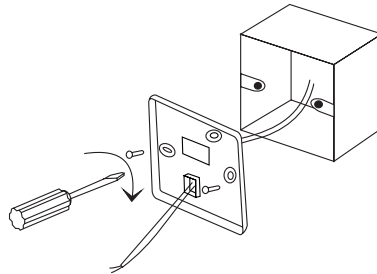

Рис. 2
4. Как показано на рис.2, закрепите заднюю крышку пульта на стене или распаечной коробке с помощью комплектных саморезов М4×20.